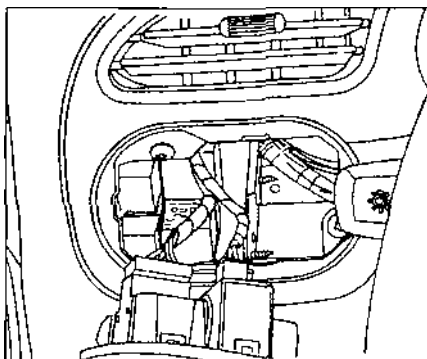

Рис. 9.20.
- Снять крышку (с переключателями) с левой стороны панели приборов (рис. 9.20).